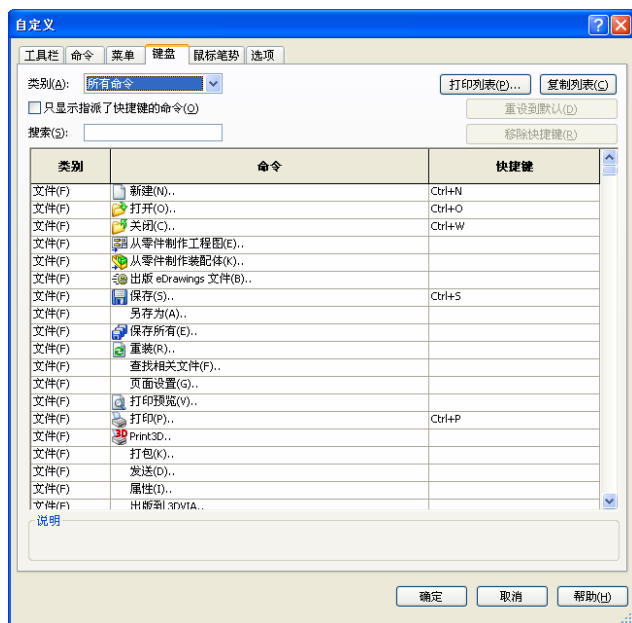

图 1-26 “自定义”对话框
① 执行命令。选择菜单栏中的“工具”→“自定义”命令，或者在工具栏区域单击鼠标右键，在快捷菜单中选择“自定义”选项，此时系统弹出“自定义”对话框。
② 设置快捷键。选择对话框中的“键盘”标签，此时会出现如图 1-26 所示的“键盘”标签的类别和命令选项。
③ 在“范畴”选项选择菜单类，然后在“命令”选项选择要设置快捷键的命令。
④ 在“快捷键”一栏中输入要设置的快捷键，输入的快捷键就出现在“当前快捷键”一栏中。
⑤ 确认设置的快捷键。单击对话框中的“确定”按钮，快捷键设置成功。